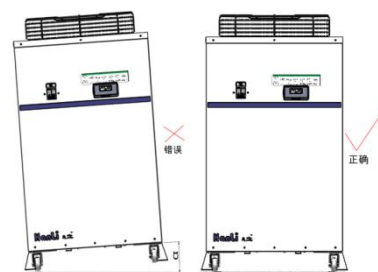

图 3 设备安装形式要求
- 必须水平安装放置，不可倾斜，如图 3 所示，对无脚轮设备需用地脚螺栓固定，对有脚轮设备将万向轮锁死。